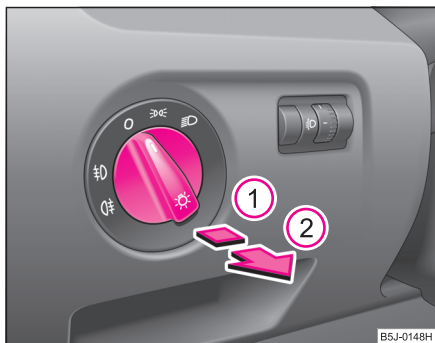

Abb. 34 Schalttafel:
- Drehen Sie zunächst den Lichtschalter in die Position ☞ oder ☞ \Rightarrow Abb. 34.
- Ziehen Sie den Lichtschalter bis zur **ersten** Raste ① heraus.
- Drehen Sie zunächst den Lichtschalter in die Position ☾ oder ☾ ⇒ Seite 58, Abb. 34.
- Ziehen Sie den Lichtschalter bis zur **zweiten Raste** ② heraus. Gleichzeitig leuchten auch die Nebelscheinwerfer*.